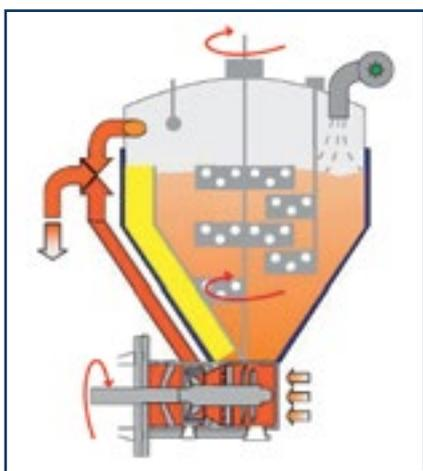

Рис. 1. Аппарат с нижней частью рабочей камеры в форме конуса, где процесс гомогенизации происходит только в режиме рециркуляции
1. Аппараты с нижней частью рабочей камеры в форме конуса, где процесс гомогенизации происходит только в режиме рециркуляции (рис. 1).